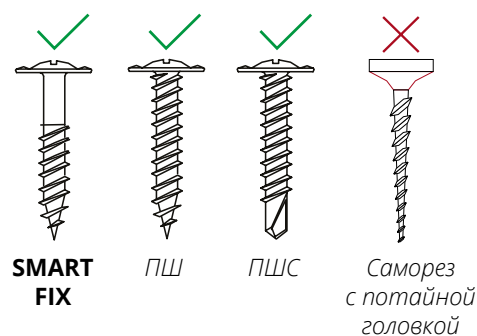

Рисунок 1
- для деревянной обрешетки рекомендуется использовать саморезы Smart Fix 4.2x25 (№1, рис.1). Допускается использование саморезов ПШ (№2, рис.1).
Запрещено использовать саморезы с потайной головкой (рис. 1).
- 9.3 Для монтажа сайдинга вертикально обрешетка монтируется горизонтально. Шаг обрешетки по осям должен быть не более 300-400 мм (рис. 1, 2, 3, 4).